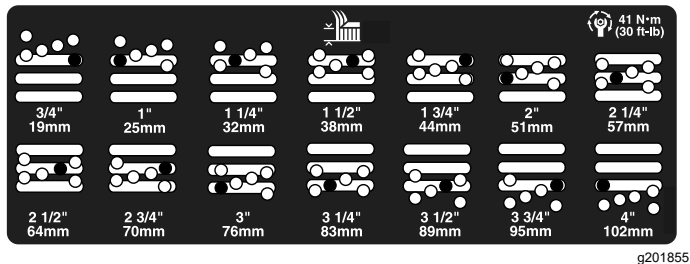

図 21
- 希望の刈り高にチェンバを合わせ、その刈り高の穴とスロットにスペーサを通す **図 21**。